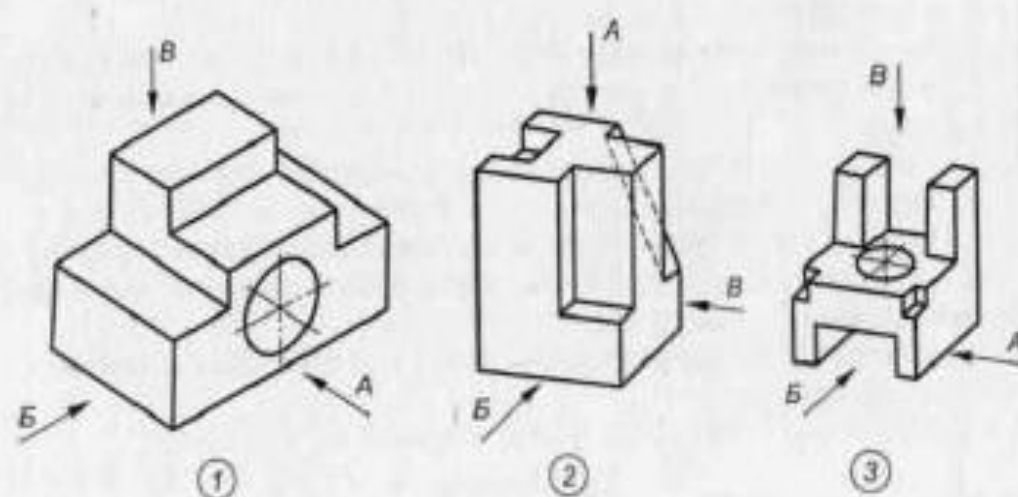

Рис. 45
3.18. Определить главные виды трех наглядных изображений деталей, показанных на рис. 45, назвав букву у соответствующей стрелки, указывающей направление взгляда.